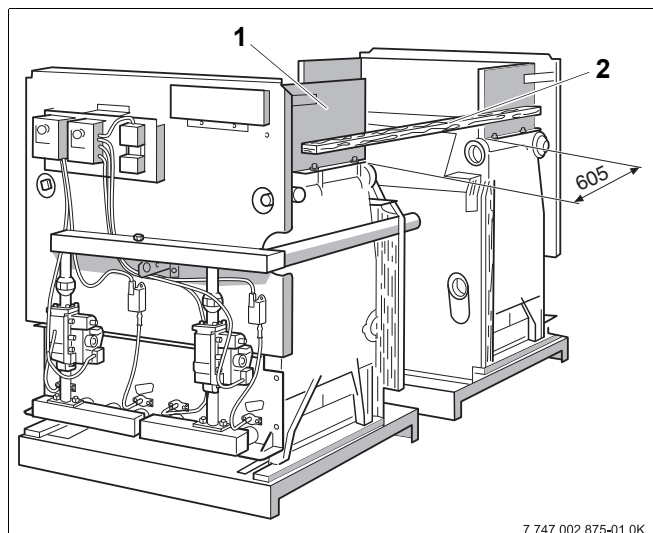

Рис. 6 Установка двух котлов
- С помощью уровня (Рис. 6, поз. 2), приставленного к коллектору дымовых газов (Рис. 6, поз. 1), выровняйте котлы друг относительно друга.
Расстояние между коллекторами дымовых газов должно быть **605 мм** (Рис. 6).